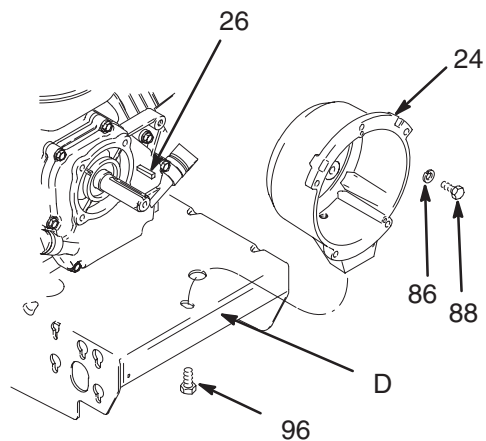

Fig. 13
1. Fig. 13. Saque los cuatro tornillos de cabeza (88) y las arandelas de seguridad (86) que sujetan el cárter del embrague (24) al motor.
2. Saque el tornillo (96) de debajo de la placa de montaje (D).
3. Saque la chaveta del motor (26).
4. Extraiga el cárter del embrague (24).
1. Fig. 13. Coloque el cárter del embrague (24).
2. Instale los cuatro tornillos de cabeza (88) y las arandelas de seguridad (86) y sujete el cárter del embrague (5) al motor. Apriete a un par de 22,6 N.m.
3. Instale el tornillo de cabeza (96) por debajo de la placa de montaje (D). Apriete a un par de 35,2 N.m.